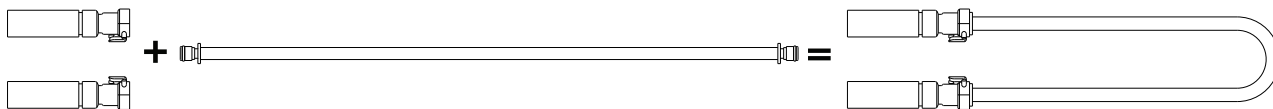

图14-26: Colder 型接头软管连接到工具转接软管
- a. 如果您有 **Colder** 型接头软管，请连接维修工具转接软管(8001-999-017) (第14-40页, 图14-26)。对三个软管都完成此操作。